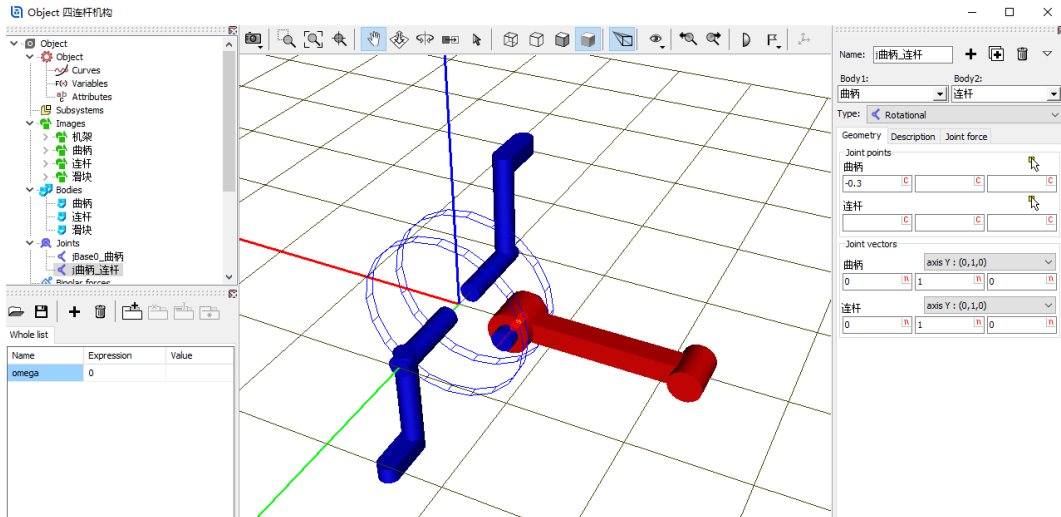

图 2-56
- 12) 创建第二个铰，**Body1** 选择**曲柄**，**Body2** 选择**连杆**，**Type** 选择 **Rotational**，**Joint points** 分别为 $(-0.3, 0, 0)$ 和 $(0, 0, 0)$ ，**Joint vector** 都选择 **Y** 轴，如图 2-56。表示将连杆的原点与曲柄局部坐标系的点 $(-0.3, 0, 0)$ 重合，连杆绕通过该点与曲柄局部坐标系 Y 轴平行的 Y' 轴可以转动，并且连杆的 Y 轴与之平行（重合）。